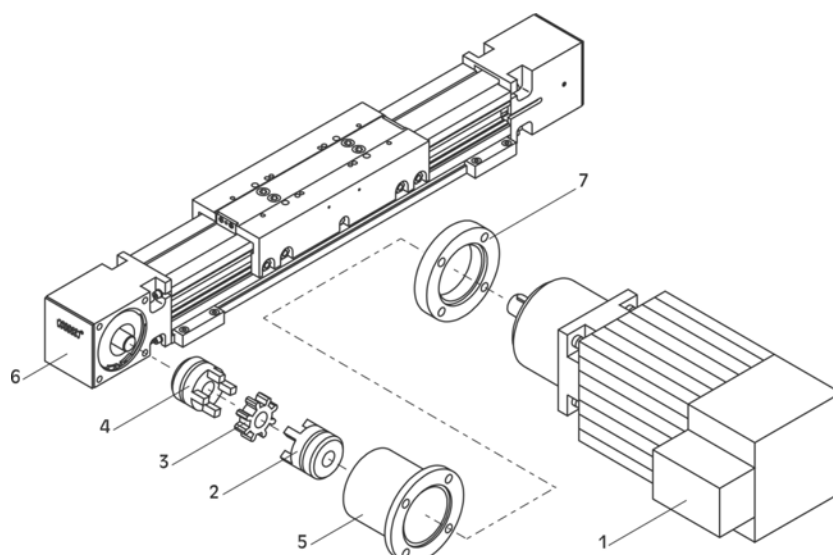

Fig. 6: Azionamento elettrico WIESEL SPEEDLine®
1. **Fig. 6 e 7:** Posizionare il motore (1) nella posizione di montaggio vicino al modulo lineare.
3. Montare la metà del giunto (4) sull'albero motore del modulo lineare (vedi tabella capitolo 10 "Dati tecnici").
4. Fissare la flangia attacco motore (5) con le viti sulla sede del cuscinetto fisso (6).
5. Spingere la corona dentata (3) sulla metà del giunto del modulo lineare.
6. Montare la seconda metà del giunto (2) sull'albero di azionamento del motore (vedi tabella capitolo 10 "Dati tecnici").
7. Fissare il motore con la metà del giunto mediante le quattro viti alla flangia attacco motore (5) (eventualmente con flangia intermedia (7)). Durante questa operazione accertarsi che l'albero motore non sia sottoposto a pressioni assiali.